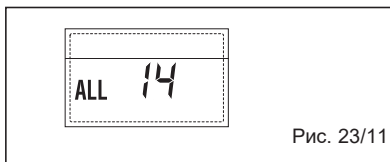

Рис. 23/11
– НЕПОЛАДКА ВЕНТИЛЯТОРА “ALL 15” (Рис. 23/12)